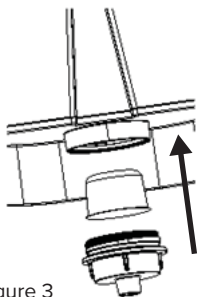

Figure 3
4. Placez le filtre à charbon avec le fond arrondi orienté vers le bas dans la cartouche du filtre à charbon. Voyez la Figure: 3.